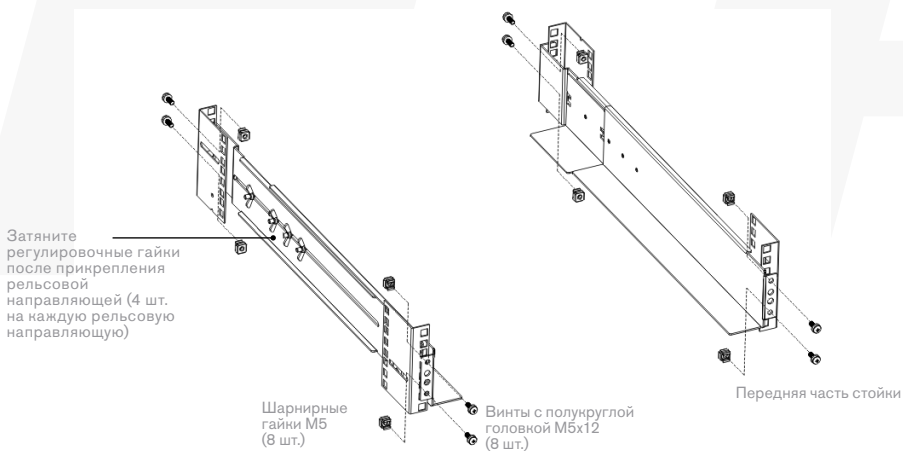

Рис. 2. Крепление направляющих
- b. Выберите правильный размер в стойке для размещения ИБП (см. рис. 2). Рельсовые направляющие крепятся в четырех местах на передней и задней части стойки.